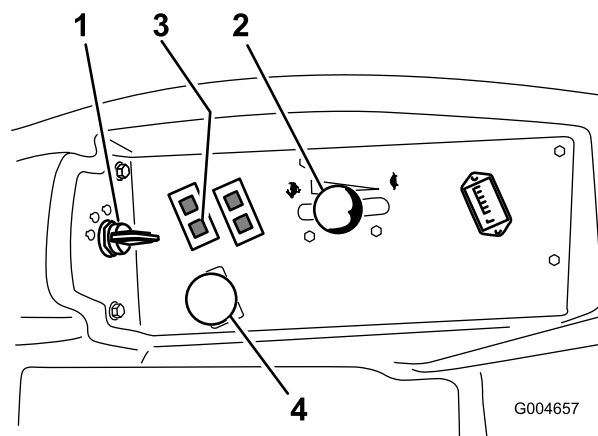

Figura 15
4. Desloque o interruptor PTO (tomada de força) para a posição off (Figura 15).
5. Desloque a alavanca do acelerador para metade entre as posições Fast e Slow (Figura 15).